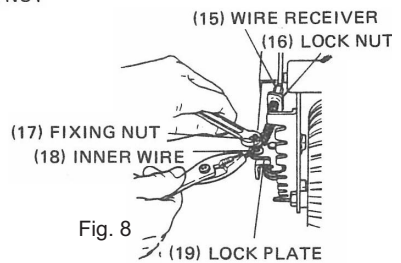
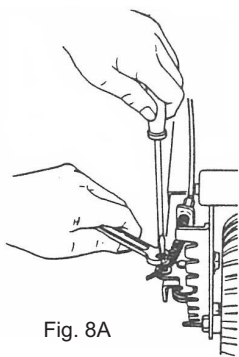

Fig. 8
Fig. 8A
- e. After installation of adjust wire, loosen fixing nut of lock plate and pull the inner wire lightly with pliers. (Fig. 8) Then fix it by tightening the fixing nut as locking the lock plate with a minus screw driver. (Fig. 8A)
NOTE: If the lock plate doesn't fully disengage from the adjust plate you must adjust the wire by turning the wire receiver counterclockwise and lock the wire receiver with lock nut. (Fig. 8)
- e. Nach Einrichten des Einstellseiles, die Befestigungsmutter des Verschlussbleches lockern und das innere Seil mit einer Zange leicht anziehen (Abbildung 8). Das Verschlussblech durch Andrehen der Befestigungsmutter wieder befestigen und mit einem Schraubenzieher verriegeln. (Abbildung 8A).
Hinweis: Wenn das Verschlussblech nicht völlig aus dem Einstellblech ausgekuppelt wird, soll man das Seil entsprechend einstellen, indem die Seilaufnahme linksgängig gedreht und mit einer Sicherungsmutter verriegelt wird (Abbildung 8).